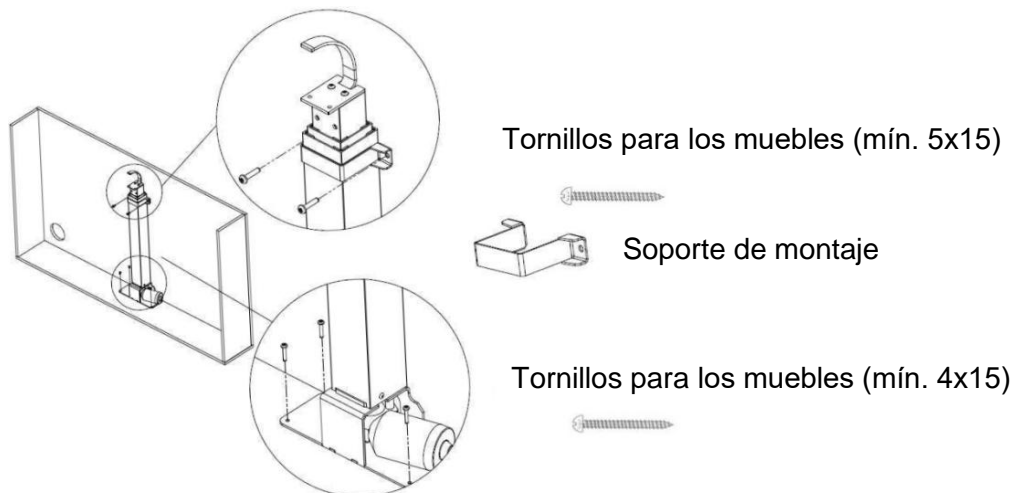

fig. 2
83. Utilice el soporte de montaje proporcionado y fije la columna en la parte trasera del mueble (fig.2).
84. Fije el elevador al mueble utilizando los tornillos (fig. 2)